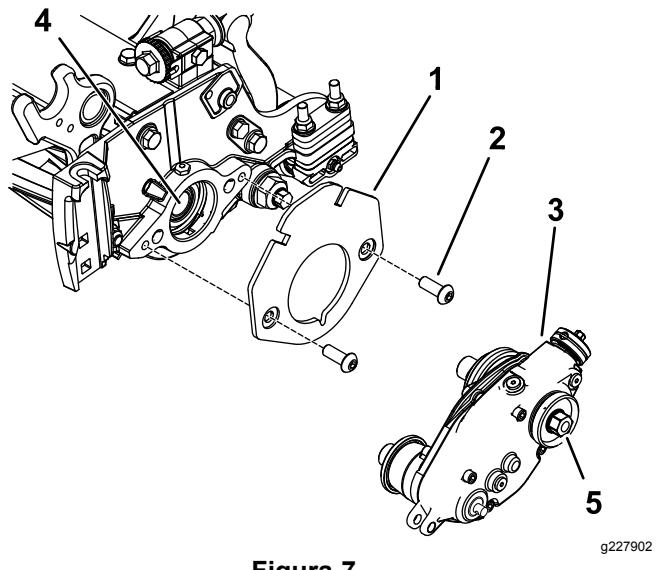

Figura 7
- Fissate la staffa della zavorra al cilindro con 2 bulloni a testa tonda a esagono incassato ($\frac{3}{8}$ " x $\frac{3}{4}$ "), come illustrato nella Figura 7.
3. Applicate un composto frenafiletti a media resistenza (ad esempio Loctite blu 243) sulla filettatura della parte interna dell'albero del cilindro (Figura 7).
4. Montate la scatola della trasmissione del groomer all'albero del cilindro (Figura 7) utilizzando la testa esagonale sulla scatola della trasmissione del groomer.